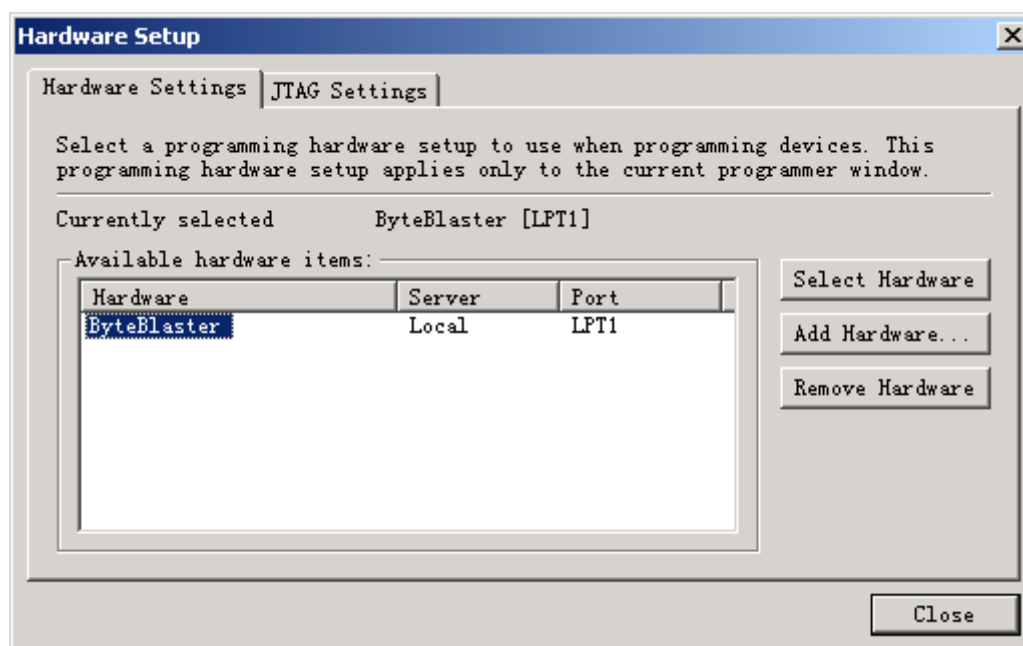
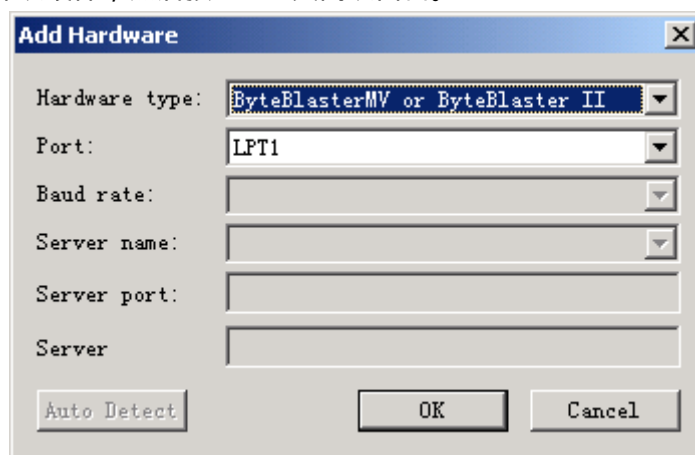

图 2-24 硬件设置
图 2-25 增加硬件
(3) 硬件设置。在菜单 Tools 中选择 Programmer 项，如图 3-2，单击左上角的 Hardware Setup，可见图 2-24 所示的界面。
单击图 2-24 中的 Add Hardware 按钮，硬件类型选择 ByteBlasterMV or ByteBlaster II，端口为 LPT1（图 2-25），然后按 OK，再在图 2-24 的 Hardware 栏选中 ByteBlaster，然后按 Select Hardware 选择该硬件，然后按 Close 关闭该窗口。